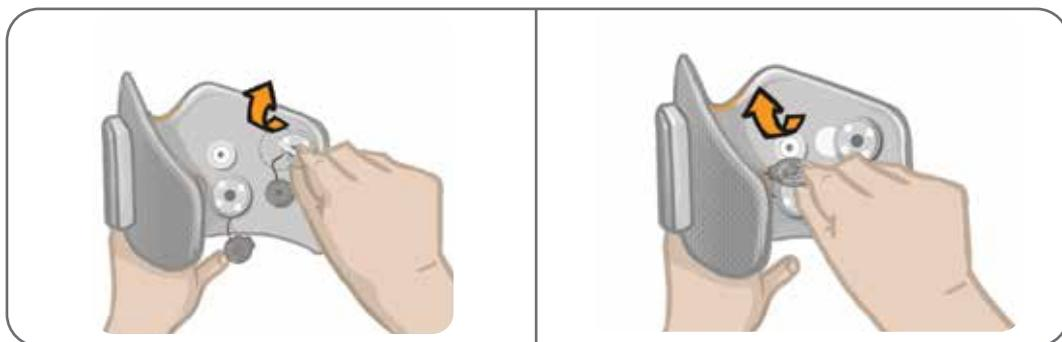

Figura 8-9: Fixação de novas bases de eletrodos (à esquerda)
5. Fixe as novas bases dos eletrodos onde estavam fixadas as bases anteriores. Veja a Figura 8-9.
6. Conecte os encaixes das bases dos eletrodos aos orifícios de plugue. Veja a Figura 8-9.